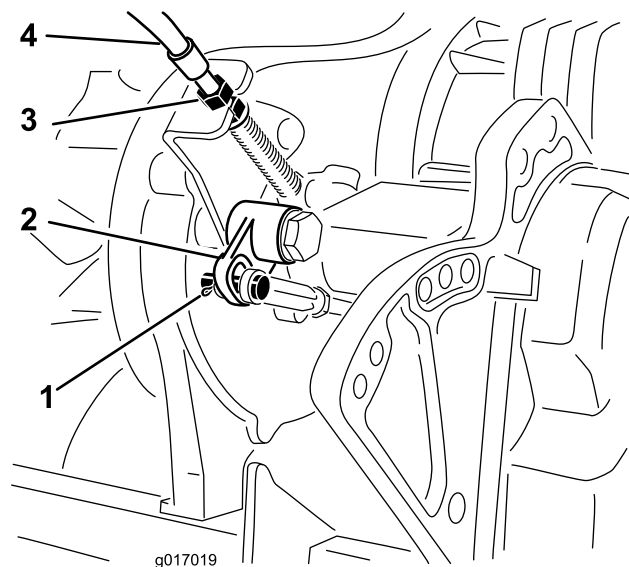

Figura 46
Nota: Se existir folga, ajustar as porcas de bloqueio no anteparo (Figura 46) para remover a folga do cabo sem estender a mola.
4. Retire o contrapino e o pino de forquilha que prendem os pinos da barra da manivela na haste do pedal do travão (Figura 46).
5. Desligar a forquilha da alavanca da manivela (Figura 46).
8. No anteparo da transmissão (Figura 46), ajustar as porcas de bloqueio do cabo para diminuir a distância para a manivela para acomodar a alteração anterior.